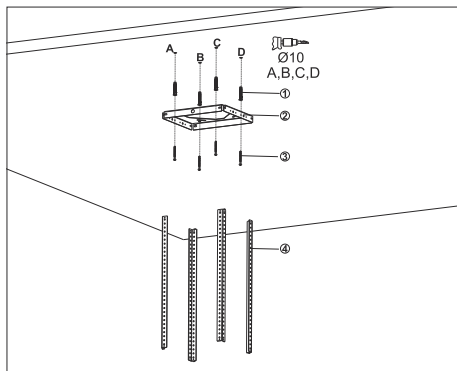

Fig. 10
1. ➤ Markér A, B, C & D på loftet hvor loffflancen skal placeres og bor Ø10 mm huller(Fig. 10).
2. ➤ Sæt nu Ø10 mm rawplugs i A, B C & D(Fig. 10).
3. ➤ Montér loffflancen på loftet ved at skruе den fast med 4 stk 5,5x60 skruer på A, B, C & D(Fig. 10).